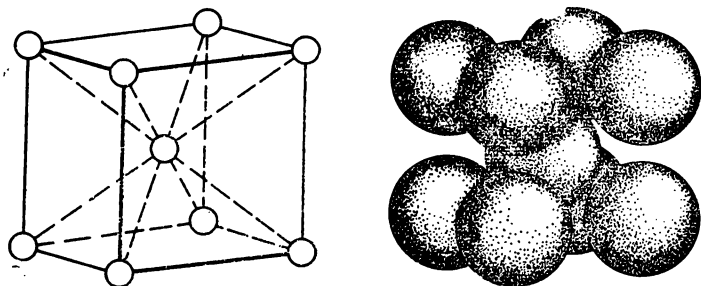

Рис. 68. Кубическая объемноцентрированная кристаллическая решетка металла.
1. *Кубическая объемноцентрированная решетка* (рис. 68). Атомы металла в такой решетке находятся в вершинах и центре куба. Каждый атом окружен восемью атомами. Такую решетку имеют металлы натрий, калий, литий, барий, хром, молибден, вольфрам, ванадий и др.